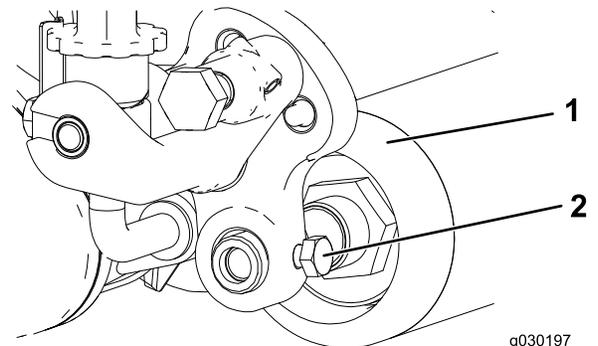

Figura 27
2. Desaperte o parafuso que prende o eixo do rolo ao braço da altura de corte (Figura 27).